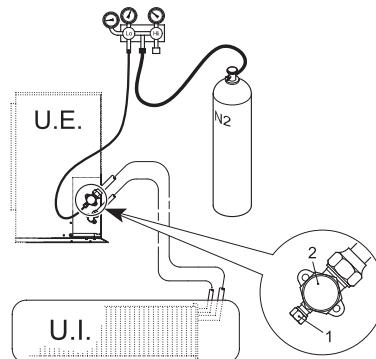

fig. 21 -
- Cu supapele de serviciu ale unității externe complet închise, scoateți după prizei de serviciu (1-fig. 21 -) și duza (2-fig. 21 -) supapei de gaz (cea mai mare).